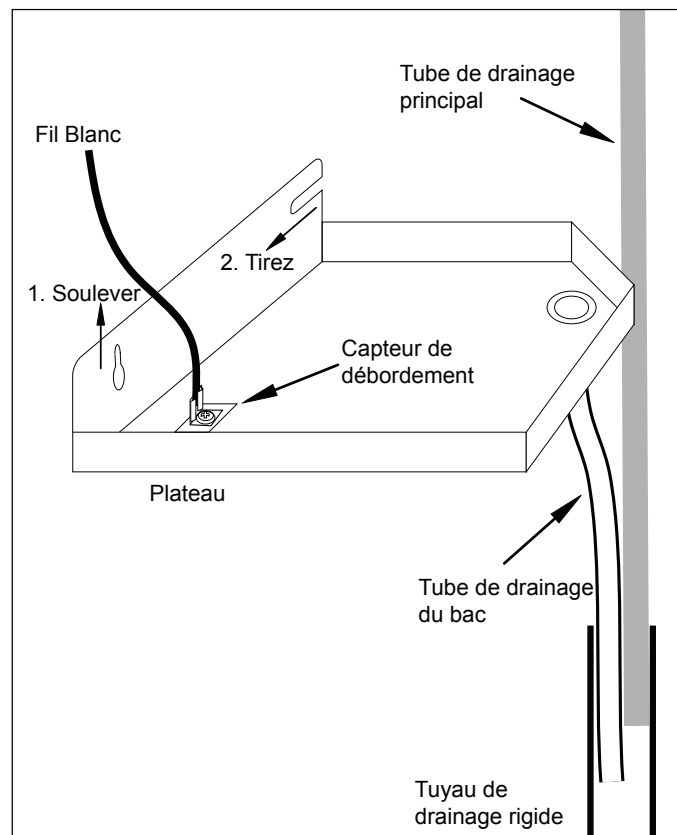

Fig. 8a
8.4 Tirez le tube de plastique raccordé au fond du plateau hors du tuyau de drain rigide attaché au mur. Vous n'avez pas à le déconnecter du plateau. Pour retirer le plateau, désérrez légèrement la vis frontale et puis soulevez l'avant du plateau en le tirant vers vous. Voir Fig. 8a. Enlevez le tube principal de drainage du tuyau rigide attaché au mur et vérifiez que les deux tubes sont propres et exempts de dépôts.